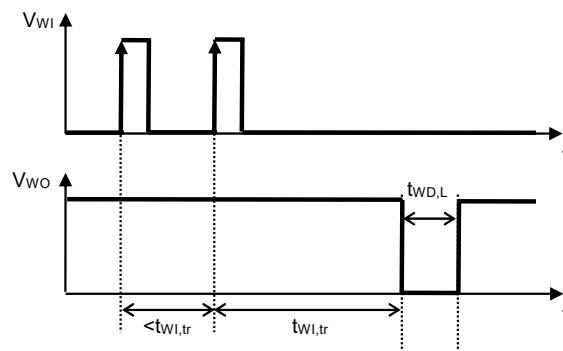

图9 看门狗触发时间
*1. 看门狗定时器进行超时检测后，WO端子保持 "L" 的时间 (参阅图9)。此值可以通过 C_{DLY} 的电容值进行更改。
*2. 从看门狗定时器开始进行触发信号检测后，到检测出超时，并且WO端子输出变化为 "L" 为止的时间 (参阅图9)。此值可以通过 C_{DLY} 的电容值进行更改。